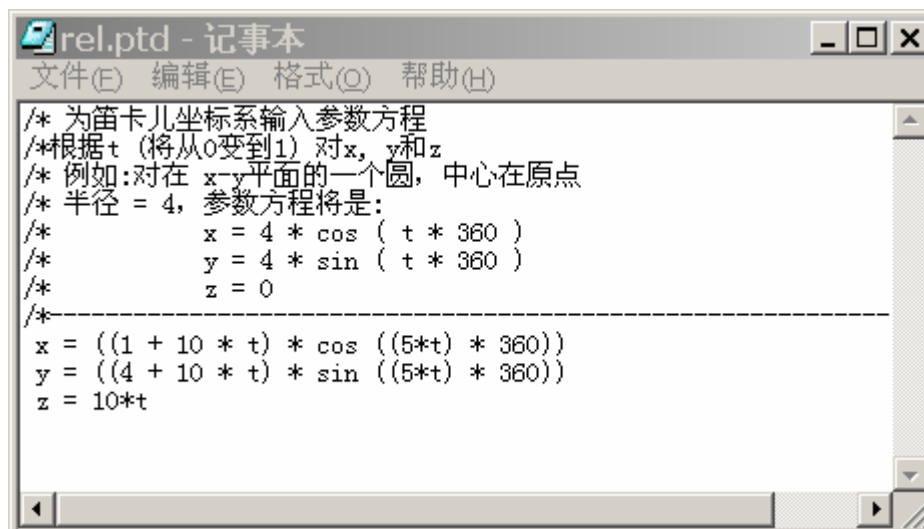

图 58-3
- (2) 单击【从方程】|【完成】  选项，在模型树中选择系统默认的坐标系“PRT_CSYS_DEF”。
- (3) 在弹出的【设置坐标类型】菜单中选择【笛卡尔】选项，弹出【记事本】窗口。
- (4) 输入如图 58-3 所示的内容，单击【记事本】窗口的【文件】  【保存】，保存当前记事本文件，单击【文件】  【退出】，关闭【记事本】窗口。